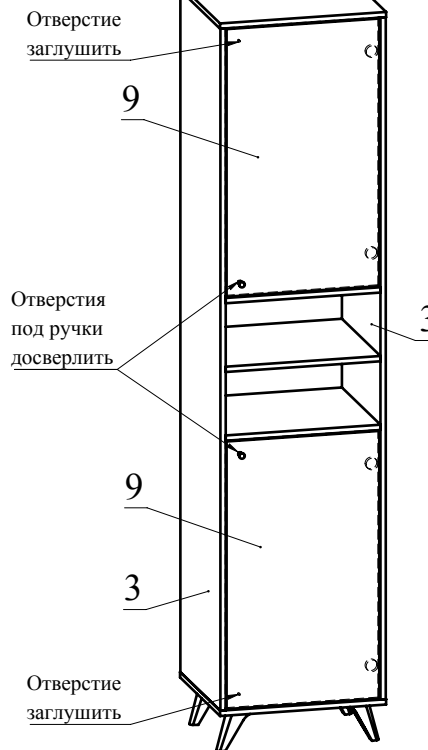

Рис.7
8. Установите двери 9, закрепив петли затяжными винтами (Рис. 7).
9. Для крепления ручки в двери досверлите насквозь необходимое отверстие. Закрепите ручки на дверях при помощи шурупов 4x30 (Рис. 7).